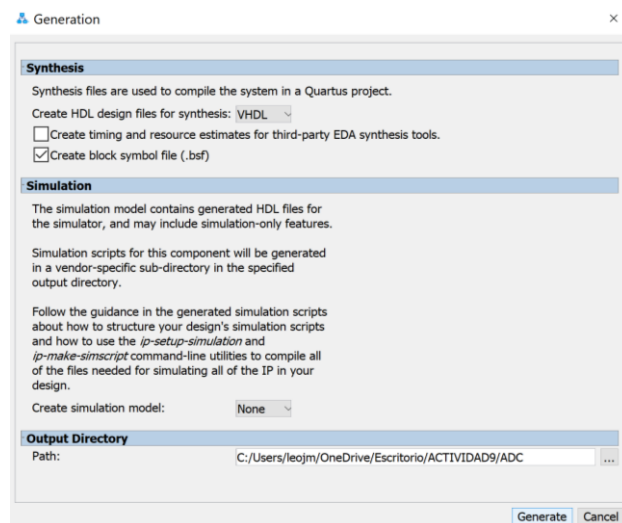

Figura 17. Generación del bloque IP.
18. Asegúrese que la casilla para crear el .bsf (**Block Symbol File**) se encuentre activada, tal como se visualiza en la Figura 17. Para finalizar haga clic en **Generate**.